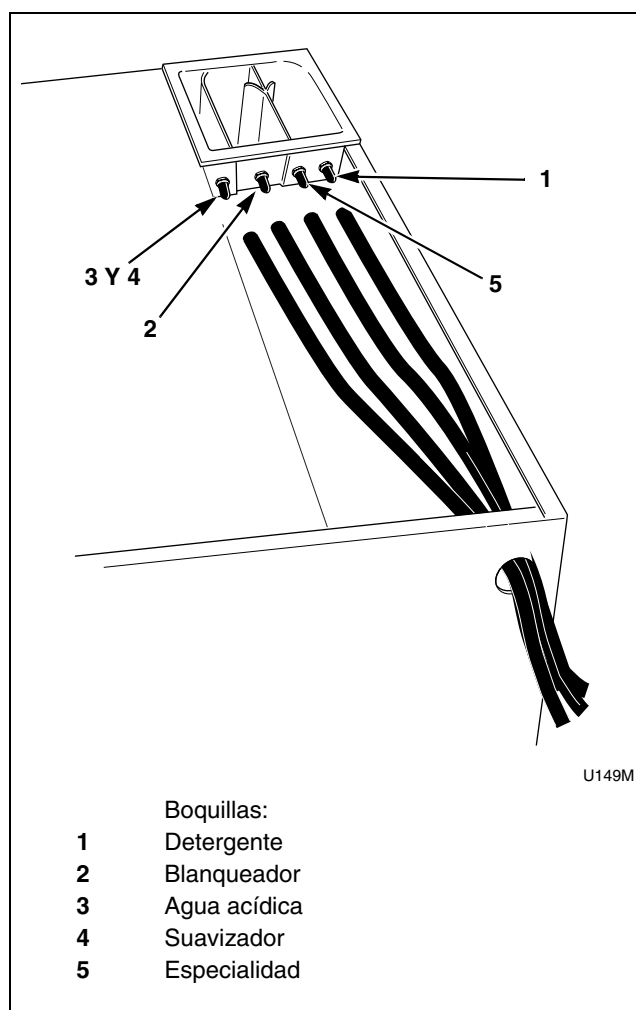

Figura 22
3. Localice las 4 boquillas tapadas en la parte posterior del surtidor de productos líquidos y retire las tapas. Consulte la *Figura 22*.